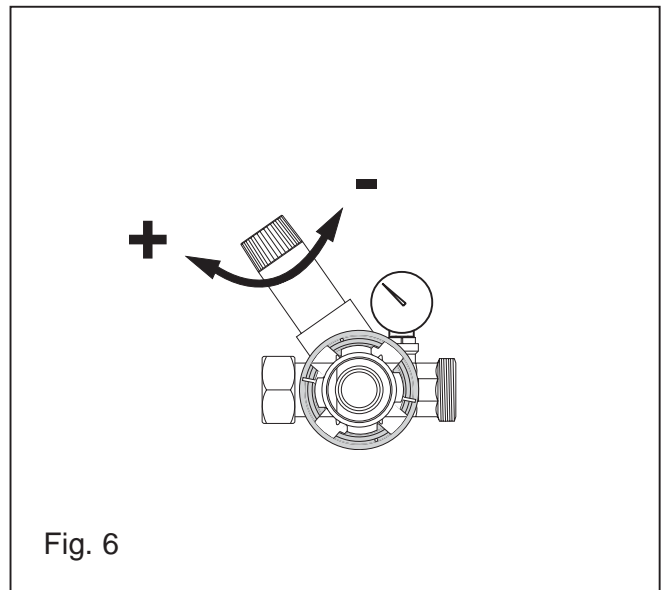

Fig. 6
Der Druckminderer ist werkseitig auf 4 bar Hinterdruck eingestellt. Zum Ändern des Hinterdrucks (siehe Fig. 6+7) die Feststellschraube (9) lösen und den Drehknopf (10) verdrehen.